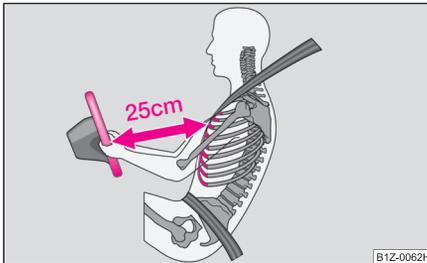

Abb. 100 Sicherer Abstand vom Lenkrad
- Der Fahrer muss einen Abstand zum Lenkrad von mindestens 25 cm einhalten ⇒ Abb. 100. Wenn Sie den Mindestabstand nicht einhalten, kann Sie das Airbag-System nicht schützen – Lebensgefahr!